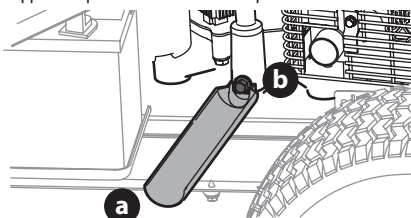
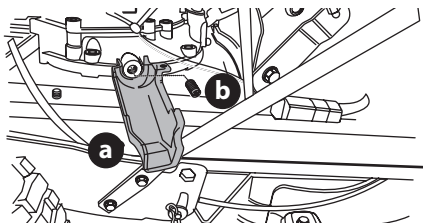

Figure 27
Figure 28
5. Enclenchez la petite extrémité du manchon de vidange d'huile (a) sur l'espace prévu autour du bouchon de vidange d'huile (b). Voir les Figure 27 ou Figure 28 pour les deux manchons de vidange d'huile possibles et se référer à l'image applicable pour votre tondeuse autoportée.